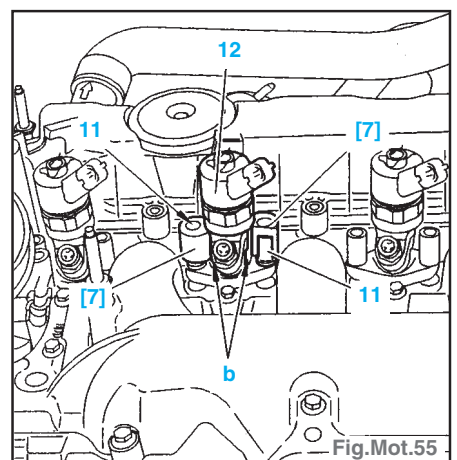

Fig.Mot.55
- Positionner l'outil [7] sur les écrous de fixation de l'injecteur de façon à ce qu'il prenne appui en «b» sous l'injecteur (Fig.Mot.55).